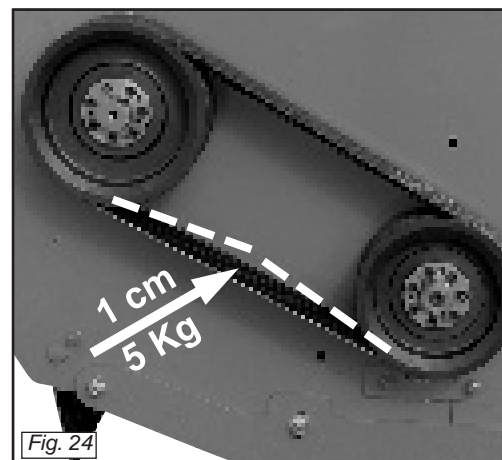
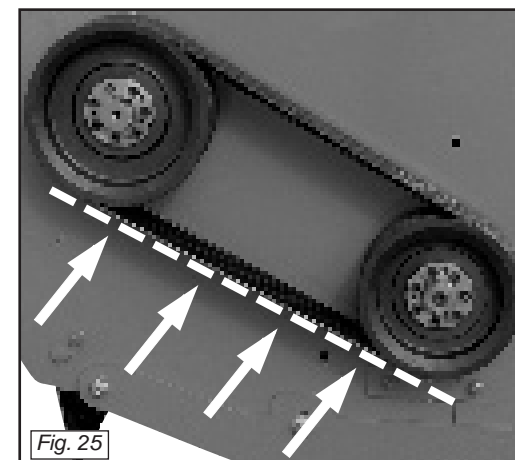

Fig. 24
Fig. 25
- A cinghie tensionate (Fig. 24) controllare l'allineamento delle pulegge (Fig. 25).
Mettendo in tensione le cinghie si raccomanda di fare massima attenzione alle planarità delle pulegge. Premere sulla cinghia, nella zona centrale fra le due pulegge, con una forza di 5 Kg, la forza deve provocare una deformazione sulla singola cinghia di 1 cm (Fig. 24). È consigliabile a tal proposito, munirsi di una riga metallica di lunghezza adeguata, e appoggiandola sui bordi delle due pulegge (vedere linea tratteggiata Fig. 25), la stessa deve toccare tutti e quattro i bordi delle pulegge stesse.
- Når remmene er strammet (Fig. 24) kontrolleres at remskiverne er på linie (Fig. 25).
Når remmene strammes anbefales det, at man er særlig opmærksom på at remskiverne er plane. Tryk på remmen midt mellem de to remskiver med en kraft på 5 kg. Kraften skal forårsage en deformering af remmen på 1 cm (Fig. 24). Det anbefales i den henseende at have en metallineal med en passende længde klar. Denne lægges på kanten af de to remskiver (se den stiplede linie i Fig. 25) og den skal røre ved alle remskivernes fire kanter.